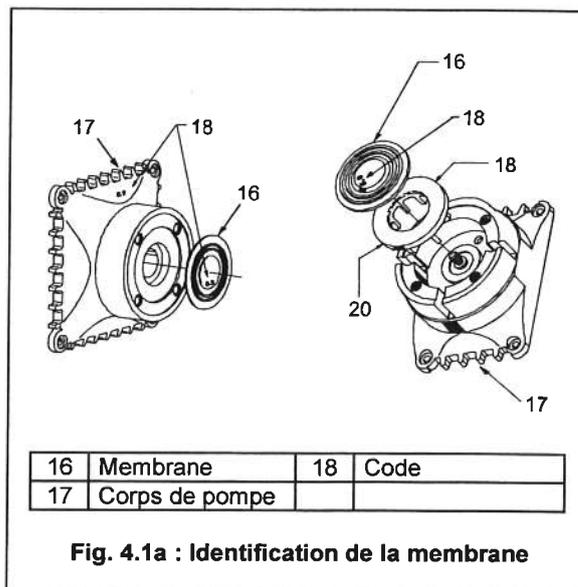

Fig. 4.1a : Identification de la membrane
4. Démonter le doseur. Dévisser la membrane. Nettoyer le logement de la membrane et la plaque d'appui. Vérifier la taille de la membrane de remplacement, le code (0,5 - 0,9 - 1,8 - 3,0 - 6,0) figure sur la membrane et sur la plaque d'appui ou le corps de pompe (voir figure 4.1a).